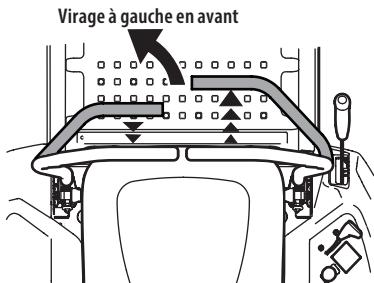

Figure 23
1. Pour tourner à gauche, déplacez le levier de contrôle de conduite gauche en arrière du levier de contrôle droit (Figure 23).